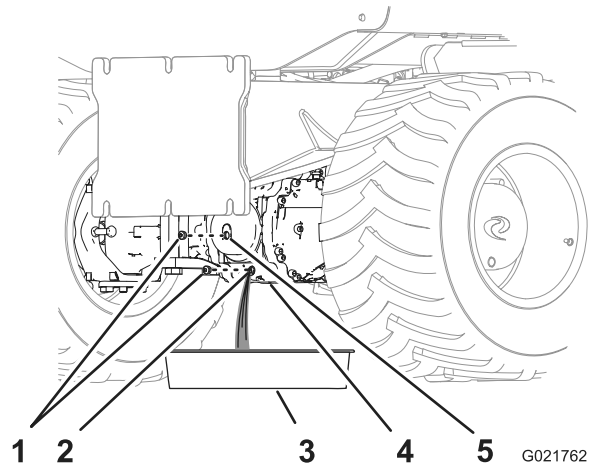
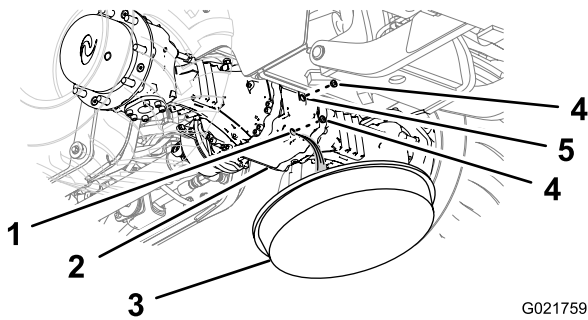

Figure 69
Figure 68
1. Placez un bac de vidange sous le logement de pignon du pont (Figure 68 et Figure 69).
2. Enlevez les bouchons du regard et de l'orifice de vidange du logement de pignon (Figure 68 et Figure 69).